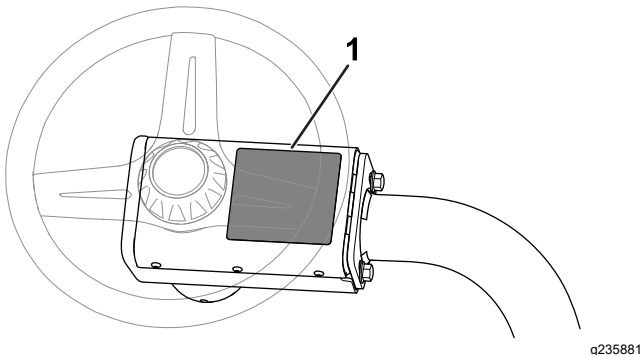

Figura 13
- Applicate l'adesivo di avvertenza CE (n. cat. 136-8505) sull'adesivo di avvertenza esistente (n. cat. 136-8506); fate riferimento a Figura 13.